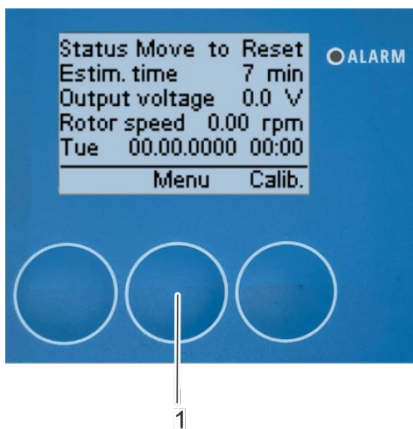
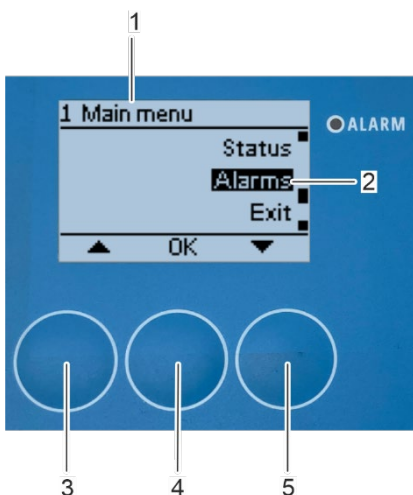

Abbildung 181: Öffnen des Hauptmenü
Abbildung 182: Öffnung des Untermenüs „Alarm“
1. Drücken Sie [Menü] (Abbildung 181/1), um das Menü „1 Hauptmenü“ (Abbildung 182) zu öffnen.
⇒ Auf dem Bildschirm erscheint das Menü „1 Hauptmenü“ (Abbildung 182/ 1).
2. Wählen Sie das Untermenü "Alarm" (Abbildung 182/2) mit den Pfeiltasten [nach oben] (Abbildung 182/3) und [nach unten] (Abbildung 182/5).
3. Bestätigen Sie die Auswahl mit [OK] (Abbildung 182/4).